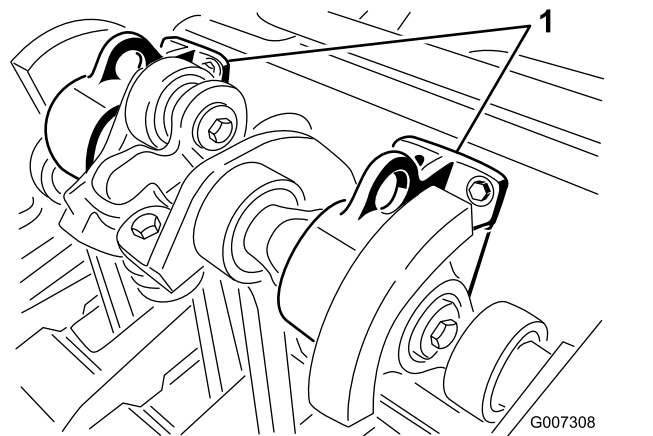

Figura 27
**Nota:** Se houver, pode ser utilizada uma ponte para levantar a parte de trás do arejador ProCore. Utilize os olhais das caixas de rolamentos da cabeça de perfuração como pontos de ligação da ponte (Figura 27)